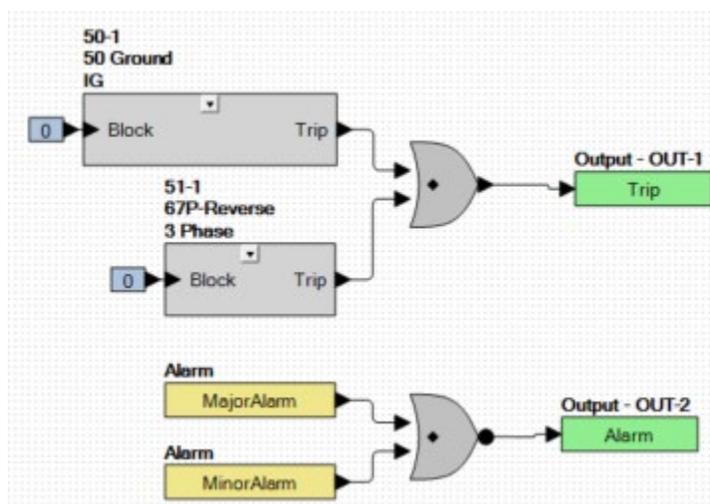

图 2-23. 逻辑示例
- 连线（单击并将一条线从输出拖到输入）如图 2-23 所示。